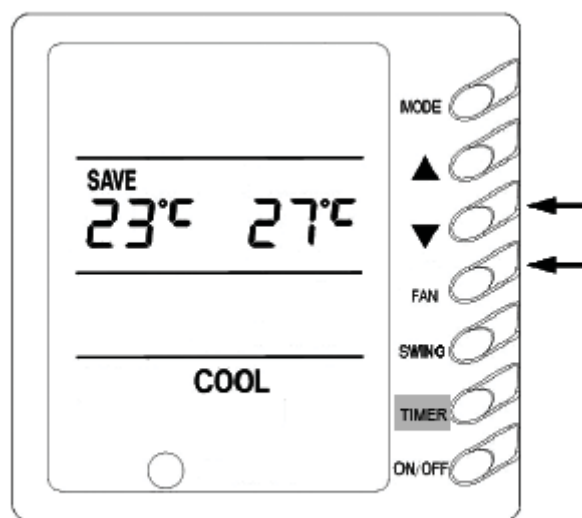

Рис. 15
8) Режим экономии электроэнергии (рис. 15)